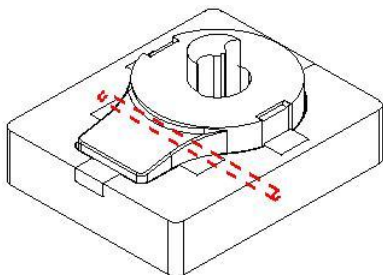
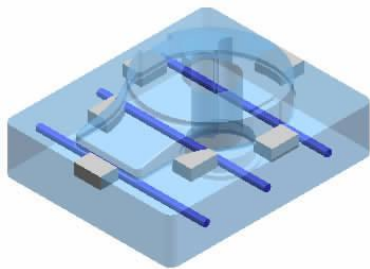

图7-110
图7-111
3. 在【点构造器】对话框中输入坐标点 (110, -40, -30) 并单击两次 **确定** 按钮创建第 2 根冷却水道, 如图 7-110 所示。同样在【点构造器】对话框中输入坐标点 (110, 45, -30), 并单击两次 **确定** 按钮创建第 3 根冷却水道, 如图 7-111 所示, 然后单击 **取消** 按钮退出创建冷却水道。